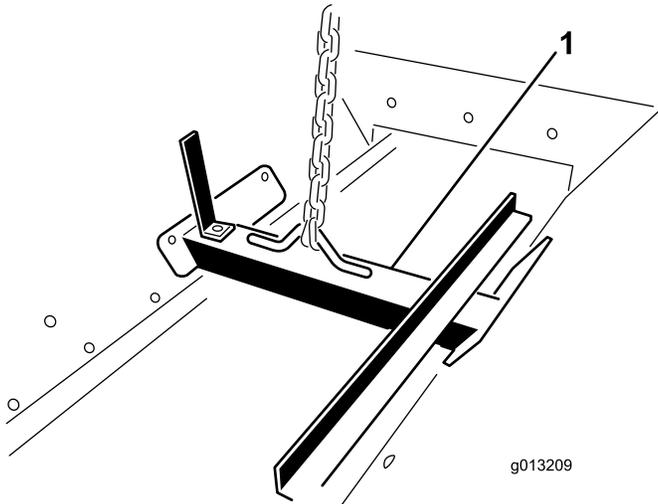

Bild 16
1. Befestigen Sie ein Hubgerät an der Huböse, die innen am Füllkasten angeschraubt ist (Bild 16).